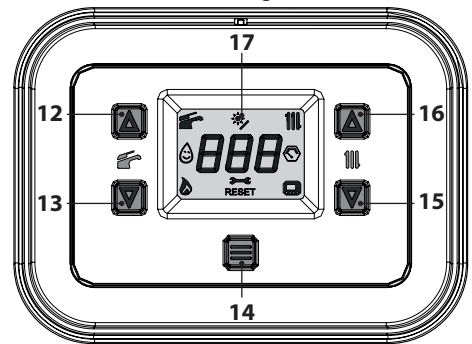
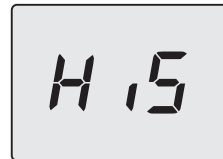
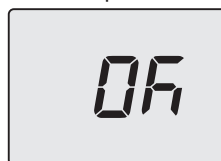

Figura 5.31
Figura 5.32
Figura 5.37
- Entrare in "modalità programmazione" premendo contemporaneamente per 5 secondi i tasti 13 e 15 (Figura 5.31) fino a far apparire sul display LCD le lettere **HiS** che indicano il menu "Storico delle caldaia" (Figura 5.32).
- Premere per 1 sec. il tasto 14 (Figura 5.31) per entrare nel parametro selezionato. Il display visualizzerà quanto segue (Figura 5.35).
- Premendo il tasto 14 (Figura 5.31) si ottiene la conferma del valore inserito. Il display visualizzerà per 5 sec. quanto segue (Figura 5.37) poi, si porterà al livello superiore.
- Premendo contemporaneamente i tasti 13 e 15 (Figura 5.31) si esce senza modificare il valore (ritorno al livello precedente).
- tenere premuti contemporaneamente i tasti 13 e 15 per 5 sec. (Figura 5.31) (ritorno al livello precedente).